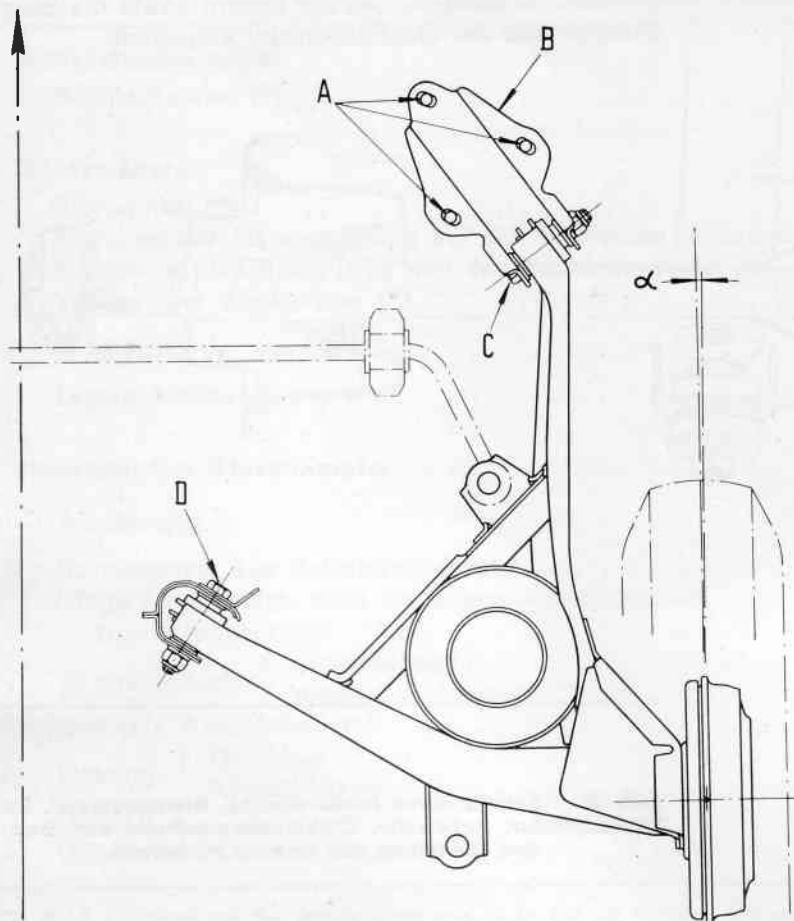

Abb. 62.
- eine Vorspur ( $\alpha$ , Abb. 62) von  $0^{\circ} 12' \pm 6'$  in bezug auf die Parallele zur Wagenlängsachse aufweisen;
Nachdem die Radebene die oben beschriebene Stellung eingenommen hat, wird die Vorspur der Hinterräder ( $\alpha$ , Abb. 62) eingestellt, was vom Spielraum zwischen den Bohrungen und den Schrauben (A, Abb. 62) ermöglicht ist, die den Lagerbock (B) an der Karosserie befestigen.
**ANMERKUNG** - Die Muttern der Bolzen (C u. D, Abb. 62) sind unter folgenden Bedingungen fest anzuziehen: leerer Kraftstofftank, Wagen mit Ersatzrad, Werkzeugausrüstung, Wasser- und Ölfüllung plus eine zusätzliche Belastung entsprechend 2 Personen auf den Vordersitzen und 70 kg auf der hinteren Sitzbank.